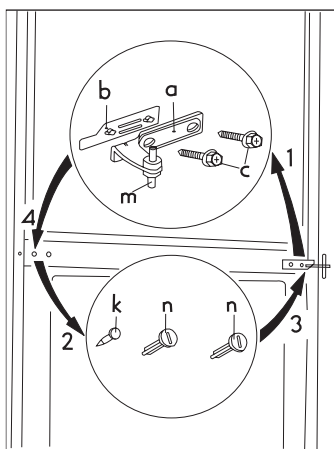

Рис. 3
- Поэтапно снять с корпуса двойной держатель двери (a, b, c). Также не забудьте снять пластиковую распорку (b) под держателем двери (рис. 3).
- Выкрутить левые болты крышки двойного держателя двери (3 штуки, n, k) и переставить их на другую сторону (рис. 3).
- Демонтировать элементы запирания двери (u, v) путем выкручивания винта (s) (рис. 3).
морозильной камеры (рис. 3).